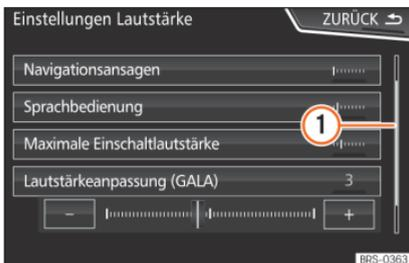

Abb. 176 Listeinträge eines Einstellungs-menüs.
Auf der rechten Seite befindet sich die Scroll-Leiste, deren Größe von der Anzahl der Listeinträge abhängt »» **Abb. 176** ①.